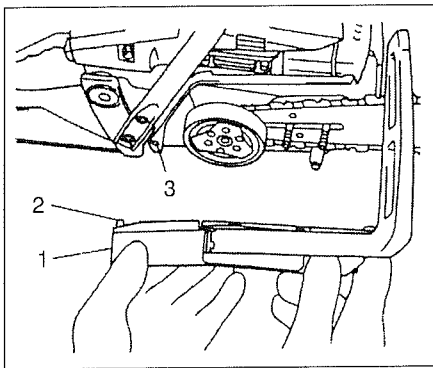
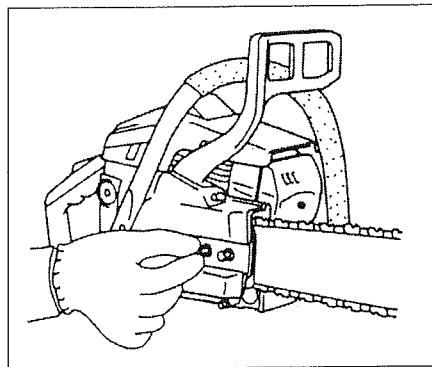

Fig. 1-3
Fig. 1-3B
4. Install the side case (1) onto the guide bar clamp bolts while inserting location pin (2) on the side case into the location hole (3) on the unit. (Fig. 1-3)
Then finger tight the clamp nuts. (Fig. 1-3B)
4. Installer le carter latéral (1) sur les boulons de serrage du guide-chaîne tout en insérant la goupille de positionnement (2) sur le carter latéral dans l'ouverture de positionnement (3). (Fig. 1-3) Puis serrer les écrous de serrage à la main. (Fig. 1-3B)
4. Installare il carter laterale (1) sui bulloni di fissaggio della lama catena inserendo la spina di posizionamento (2) sul carter laterale nel foro di posizionamento (3) sull'attrezzo. (Fig. 1-3) Quindi, stringere a mano i dadi di fissaggio. (Fig. 1-3B)
4. Das Seitengehäuse (1) auf die Schienen-Arretierschrauben setzen und dabei den Führungsstift (2) am Seitengehäuse in die Passbohrung (3) am Gerät einpassen. (Fig. 1-3)
Danach die Befestigungsmutter von Hand anziehen. (Fig. 1-3B)
4. Instale la caja lateral (1) sobre los tornillos de fijación de la barra de guía, insertando el pasador posicionador (2) en el agujero de referencia (3) en la caja lateral en la unidad. (Fig. 1-3)
Luego, apriete con los dedos las tuercas de fijación. (Fig. 1-3B)
4. Montera sidokåpan (1) på svärdets spännbultar medan Du sätter i positionstappen (2) på sidokåpan i positionshålet (3) på enheten. (Fig. 1-3)
Skruva sedan fast muttrarna för hand. (Fig. 1-3B)